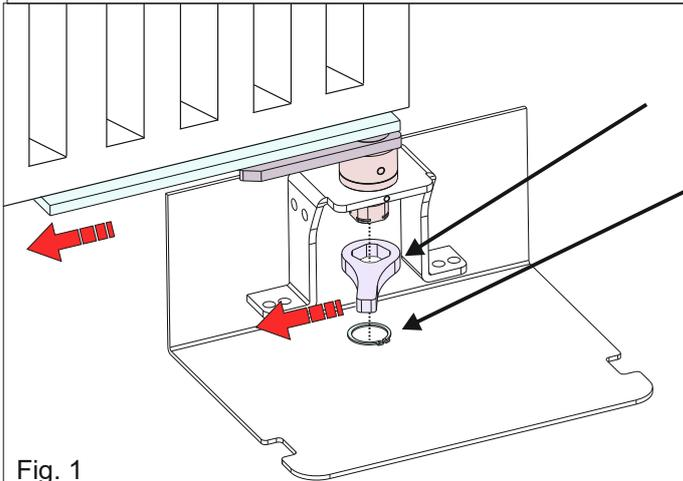
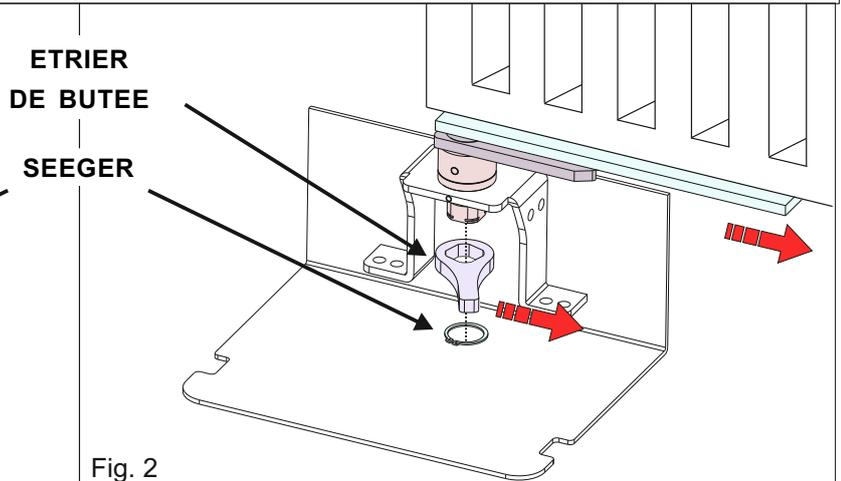

Fig. 1
Fig. 2
1. Insérez l'étrier de butée dans la tige, **en faisant attention à l'insérer dans la même direction dans laquelle l'étrier support du vantail est orientée**, puis verrouillez-la avec le seeger (Fig. 1 et Fig. 2)